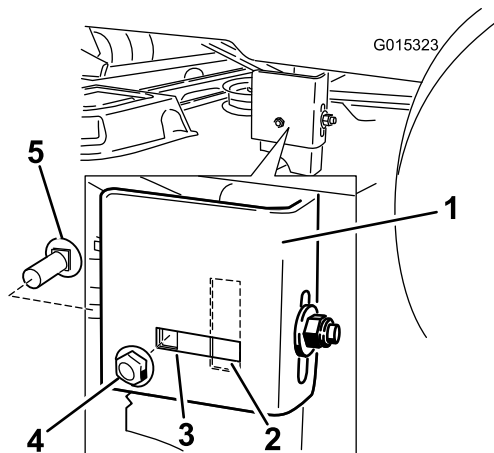

Figura 57
7. Vaya al lado izquierdo de la máquina. Compruebe si el perno de cuello cuadrado lateral está en la posición fija o ranurada (Figura 57).
8. Si el perno de cuello cuadrado lateral está en la posición fija, retire el perno de cuello cuadrado lateral y la tuerca de bloqueo lateral de la posición fija, e instáloslos en la posición de ajuste ranurada (Figura 57).